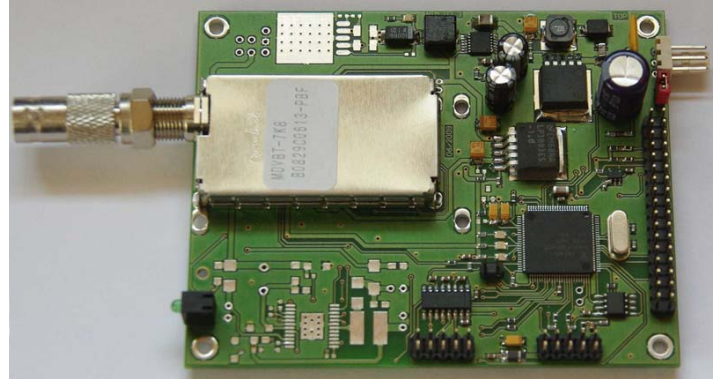

Bild 6 – NIM Tuner- Board mit TransportStream (TS) -Ausgang.
Bei SR-Systemen verfügt man über ein interessantes D-ATV-Produkt, genannt NIM Tuner Board (siehe **Bild 6**). Der NIM Tuner kann auf die typischen D-ATV Mikrowellen-Frequenzen (zum Beispiel 1,2 GHz und 2,4 GHz) abgestimmt werden und liefert am Ausgang einen Transport-Strom (TS) direkt an ein Flachbandkabel, das sofort mit der TS-Stream-Eingangsbuchse des Modulators verbunden werden kann. Der Flachkabel-Anschluss auf der rechten Seite von **Bild 6** liefert das TS-Ausgangs-Signal. Dieser Ansatz vermeidet den MPEG-2-Decodierungs-Schritt und die erneute Re-Codierung am Umsetzer-Standort.